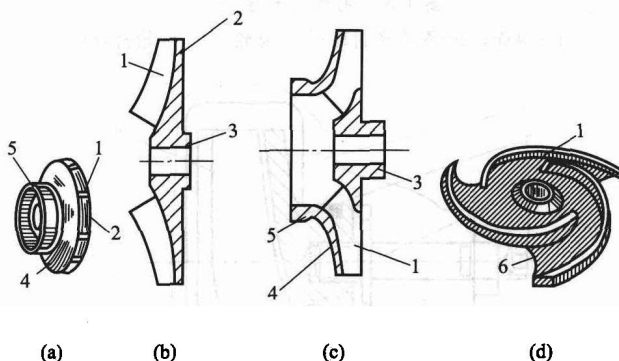

图 1-2 离心泵叶轮
离心泵叶轮如图 1-2，有 4 种形式。
如图 1-2 (a)，由前后盖板及叶片组成，应用最多、效率高，适于输送清水及黏度较小的液体。
(2) 前半开式叶轮 [图 1-2 (b)]
(3) 后半开式叶轮 [图 1-2 (c)]
(2)、(3) 两种叶轮造价低，且适应性强，应用逐渐增多。由于应用与闭式叶轮相同的密封环，其效率与闭式叶轮相同。
(4) 开式叶轮 [图 1-2 (d)]